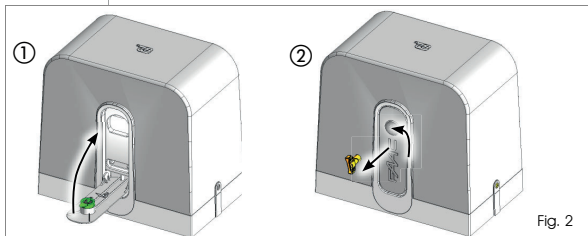

Fig. 2
1. Høj frikopplingsspaken hela vägen till det mekaniska stoppet, Fig. 2 ref. ①
2. Vrid frikopplingen i moturs riktning enligt vad som visas i Fig. 2 ref. ②.